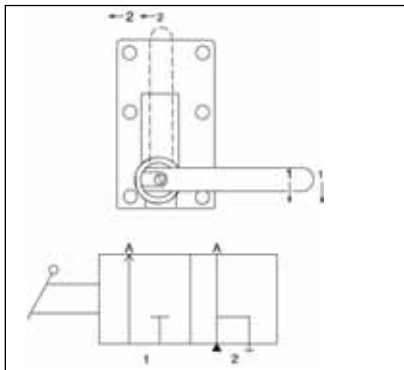

Figura 7
1. Cambie la palanca de la válvula a la posición 1 como se muestra en la Figura 7.